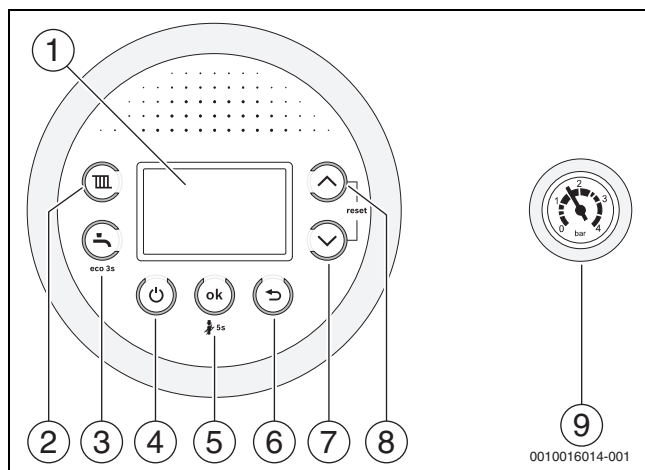

Fig. 1 Panou de comandă
- Opriți aparatul folosind tasta  (→ fig. 1).